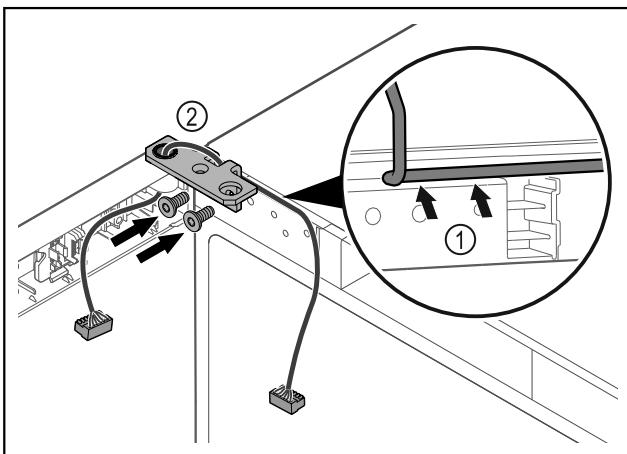

Fig. 46
- ▶ Περάστε το καλώδιο μέσα από το άνοιγμα της γωνίας μεντεσέ και τοποθετήστε το προσεκτικό Fig. 46 (1).
- ▶ Βιδώστε τη γωνία μεντεσέ Fig. 46 (2).